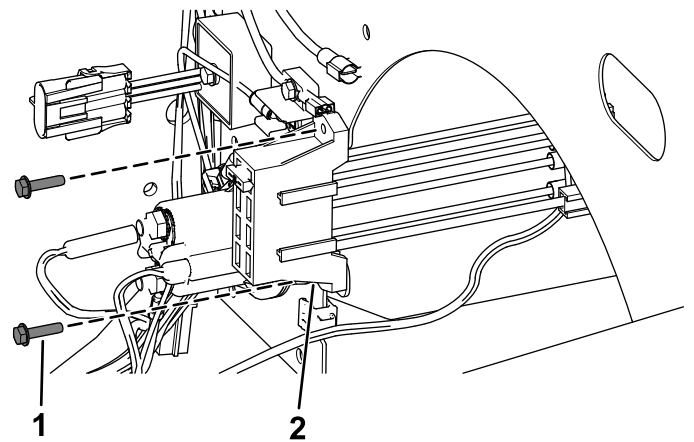

Figur 20
5. Monter den svarte jordledningen til jordledningen på ledningssatsen til strømomformingssettet (Figur 20).
6. Monter den røde strømledningen til strømledningen på ledningssatsen til strømomformingssettet (Figur 20).